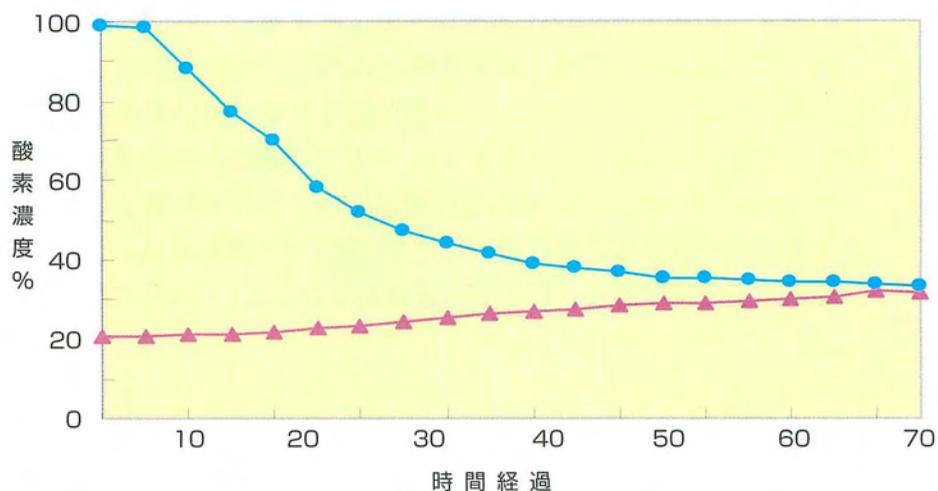

図3 問題の蘇生バッグの酸素濃度変化
このタイプのバッグは、リリース（バッグから押手を離すこと）した時に100%酸素だけでなく空気（room air）を後ろの弁①から吸い込み、100%酸素は空気希釈されます。どれくらい希釈されるか、まずバッグに100%酸素を満たして実験しました（図3●）。酸素流量10 L/min、一回換気量500 ml、換気回数20回/分で換気すると、90秒後には33%にまで投与酸素濃度は低下します。逆にバッグ内をroom airから開始した場合（図3▲）、いくら換気してもバッグから出てくるガスの酸素濃度は33%を超えません。この患者さんは100%酸素を吸ってPaO₂が100 mmHgなので、ICUに到着したときには、単純計算でPaO₂は33 mmHgになっていたと推測でき、意識障害やショックになって当然と言えます。したがって、高濃度酸素を与えている患者に、この蘇生バッグを使用することは禁忌で、病院内に配備してはいけません。このタイプの蘇生バッグは、酸素を使用できない駅やプールサイドでの使用に適応があります。